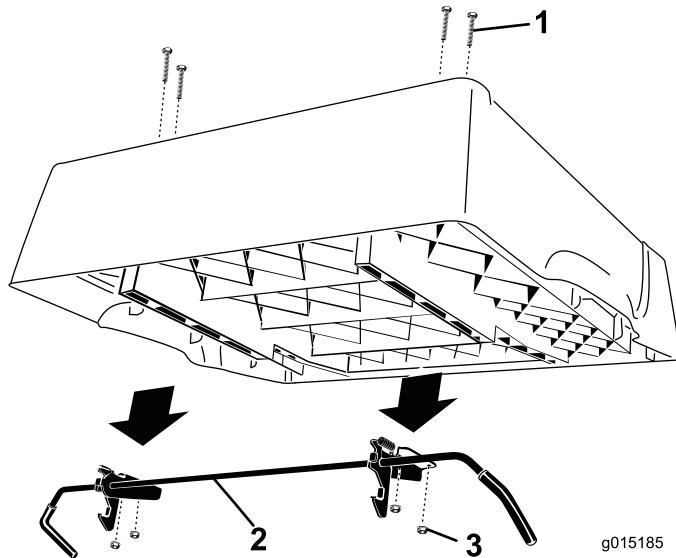

Bild 3
5. Entfernen Sie die vier Bundmuttern, mit denen die Riegelstangenhalterungen an der Unterseite der Pritsche befestigt sind (Bild 3). Entfernen und bewahren Sie die Stange und Riegel auf. Lassen Sie